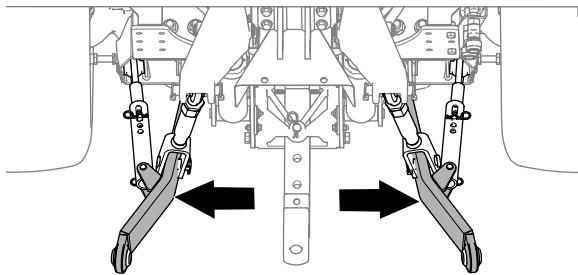

Bild 20
4. Schwenken Sie die Stützarme (**Bild 20**) ganz nach außen, siehe *Betriebsanleitung* der Zugmaschine.